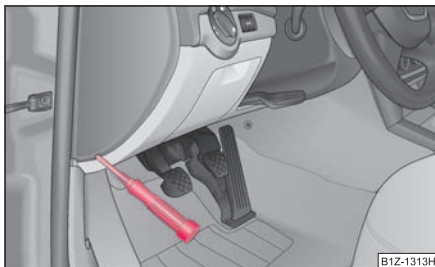

Fig. 237 Capacul suportului de siguranțe: Tabloul de bord, lateral
- Îndepărtați capacul de siguranță de pe lateralul tabloului de bord cu ajutorul unei șurubelnițe ⇒ **fig. 237**, resp. capacul cutiei cu siguranțe din compartimentul motorului ⇒ pagina 255.